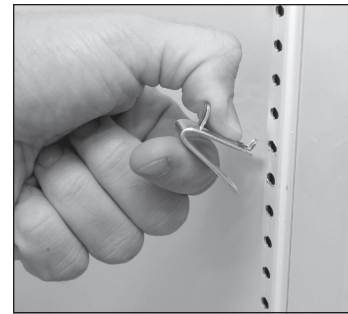

Abb. 1. Anbringen der oberen Lasche des Bodenträgers.
1. Haken Sie die Bodenträger in die Regalständer ein. Siehe Abb. 1.